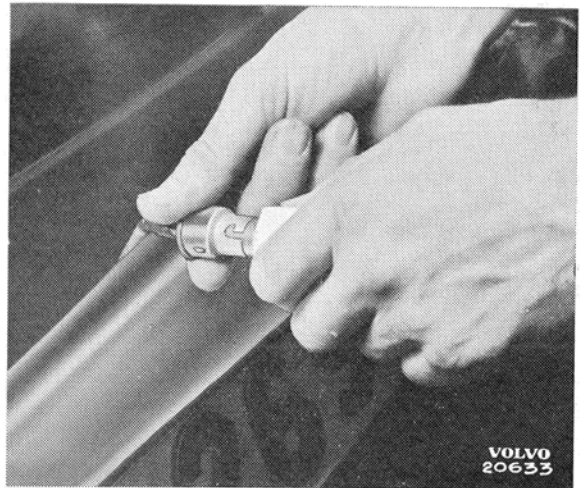

Bild 20.
3. Montera den nya glödlampan. Fatta ej med fingrarna om lampglaset, bild 20.